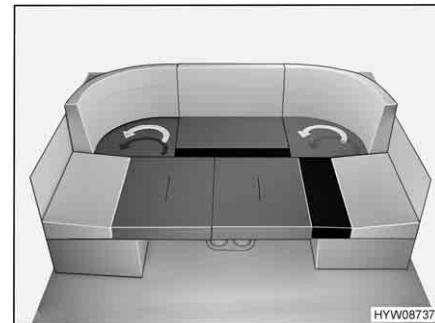

Fig. 61 Dopo la trasformazione
- Sistemare il cuscino del sedile e dello schienale come illustrato nella Fig. 61.
- Sistemare i due cuscini aggiuntivi (raffigurati in nero) come illustrato nella Fig. 61.